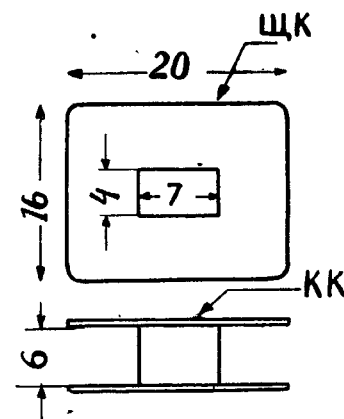

Рис. 6
3. Катушки «Рекорд» (К). При самодельном изготовлении на каждую катушку навивают около 5000 витков проволоки 0,05 с эмалевой изоляцией (рис. 6) . . . . . 1—02